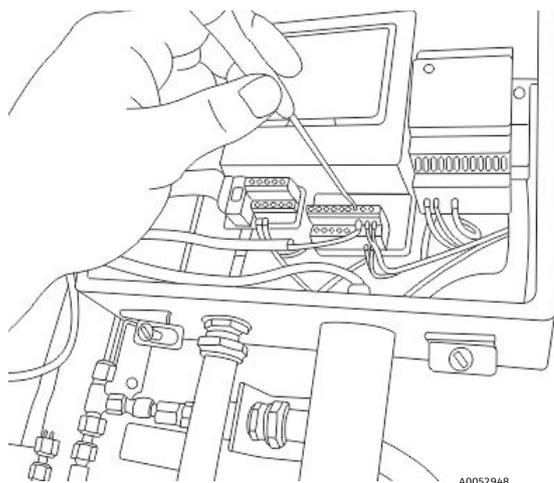

Figure 82. Retrait du câblage
6. Déconnecter les fils rouge et noir étiquetés "psens-" et "psens+" du bornier TB2 à l'aide d'un mini-tournevis, comme indiqué à la figure 82.